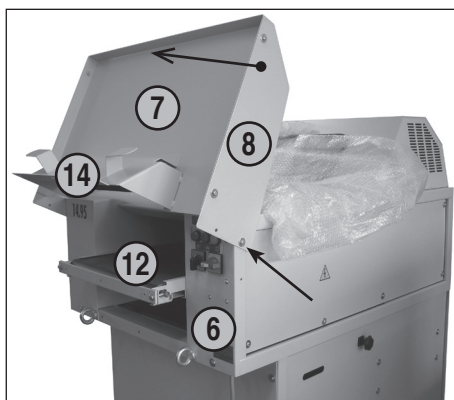

fig. 2
2. Dévisser légèrement la vis supérieure située respectivement à gauche et à droite sur la plaque de protection (voir marquage de flèche figure 2), pivoter la table (7) de 180° vers l'avant et serrer à nouveau fermement les deux vis.